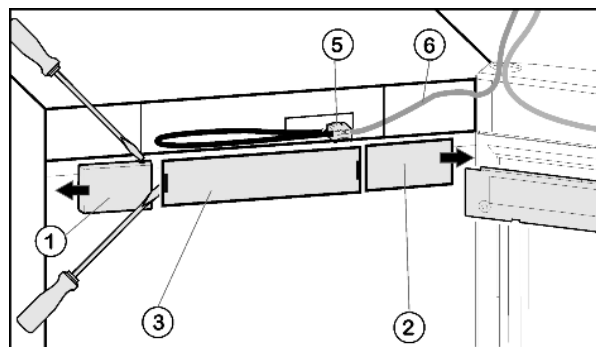

Fig. 4
- Kryt na straně madla Fig. 4 (1) vytáhněte: vyklesněte doprava plochým šroubovákem a pak vysuňte ven.
- Kryt na straně madla Fig. 4 (2) vytáhněte: vyklesněte doleva plochým šroubovákem a pak vysuňte ven.
- Přední krytku Fig. 4 (3) vytáhněte plochým šroubovákem.
- Kontakt vytáhněte a konektorové spojení Fig. 4 (5) rozpojte.
- Šedý kabel Fig. 4 (6) uvolněte z vedení.
- ▶ Znovu vytvořte konektorové spojení *Fig. 4 (5)*.
- ▶ Kryt *Fig. 4 (3)* zase nasadíte.